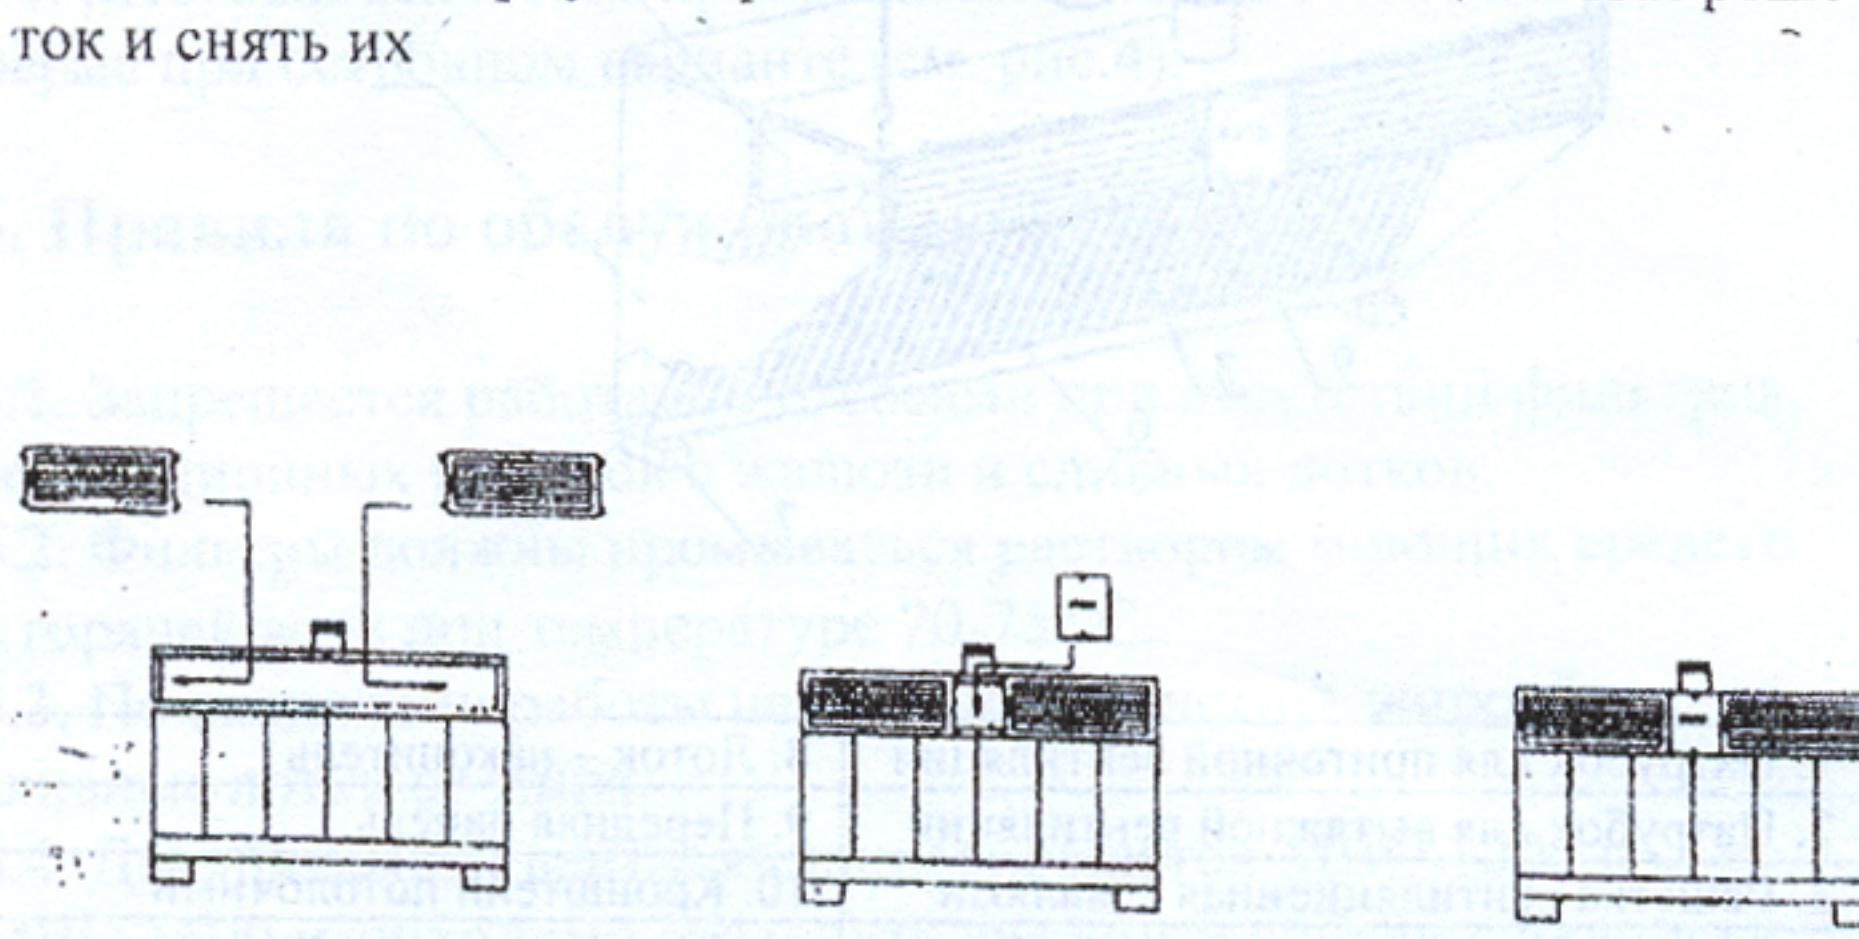

Рис. 3
6.4. Для промывки вентиляционных решеток МВО 1200 и МВО 1600 необходимо отвернуть два винта панели с надписью «ATESY» и, сдвинув решетки к центру, вынуть их (см. рис. 3), для промывки вентиляционной решетки МВО 500 необходимо отвернуть четыре винта от нее и снять ее.